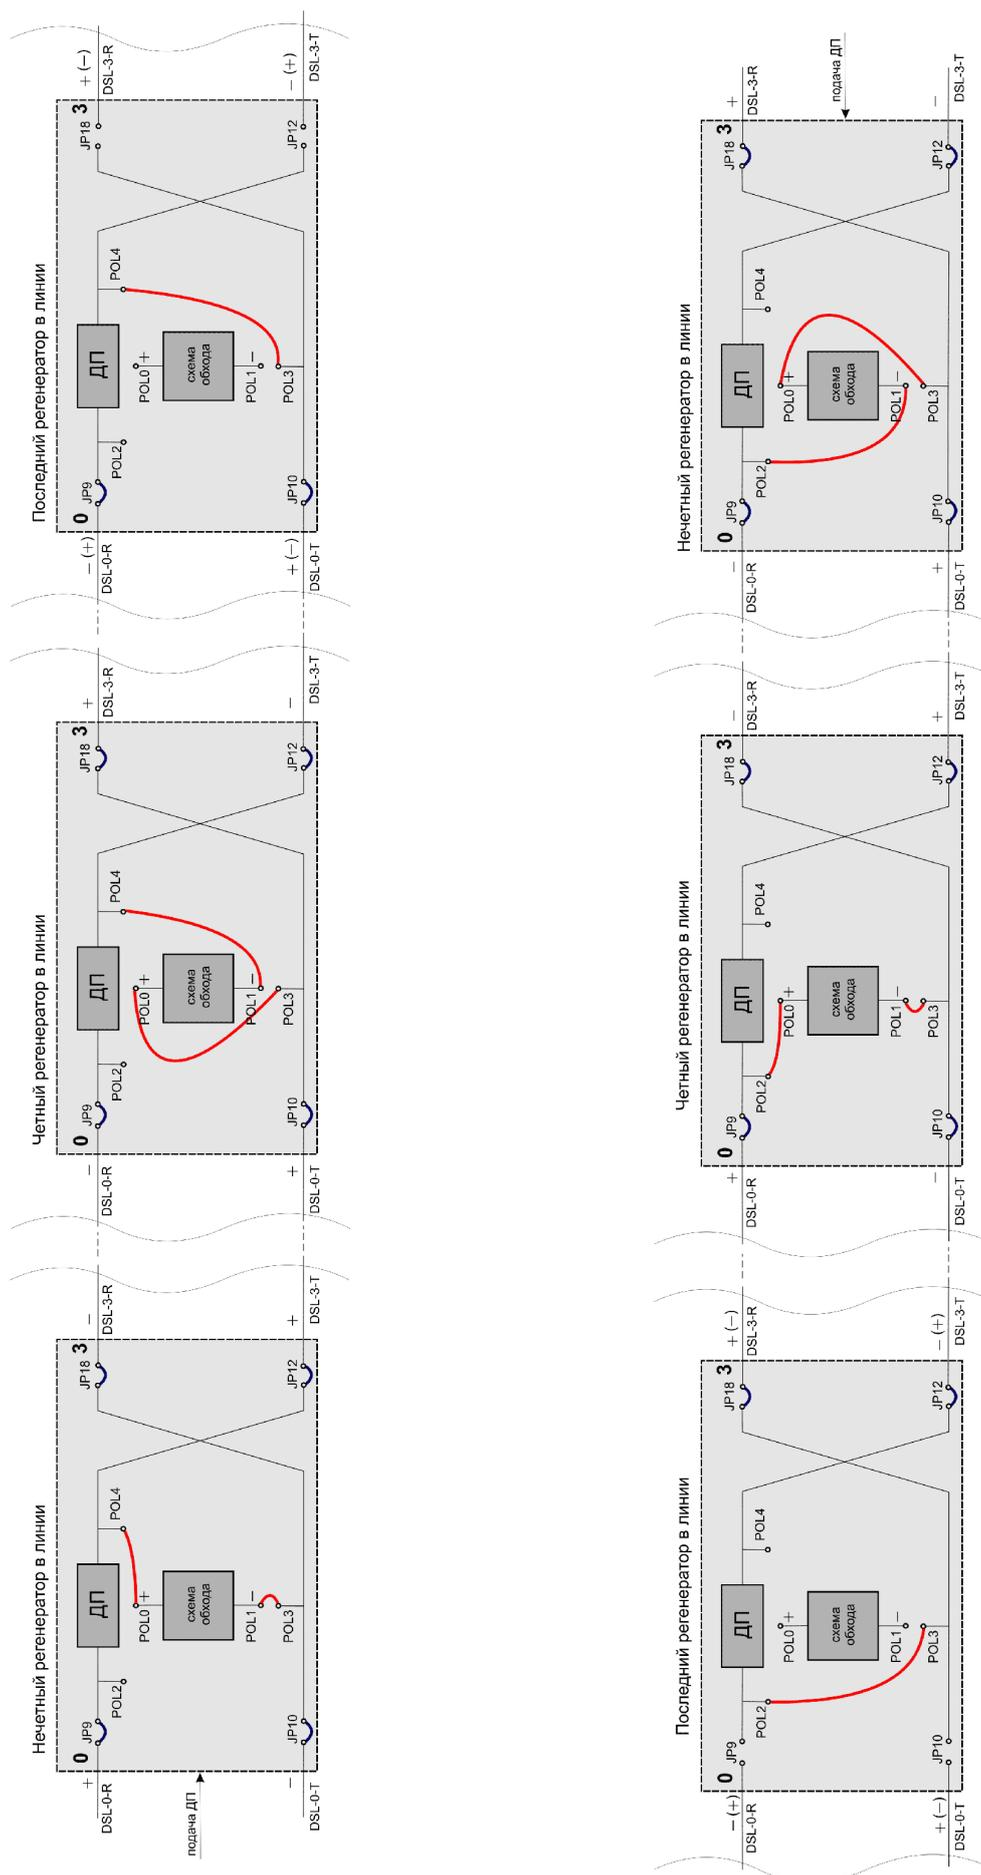

Рисунок 7 – Подключение схемы обхода регенераторов при однопарном режиме работы для различных способов подачи ДП.
*При однопарной схеме питания на последнем в цепи ДП регенераторе не устанавливать перемычки JP12, JP18 при питании со стороны интерфейса DSL0 или JP9, JP10 при питании со стороны интерфейса DSL3 (см. рис. 7).